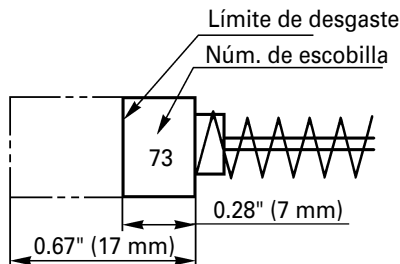

Fig. 6
3. Inspeccionar los escobillas de carb3n (Fig. 6)
Utilice las escobillas HITACHI N3m. 73 indicadas en la Fig. 6.